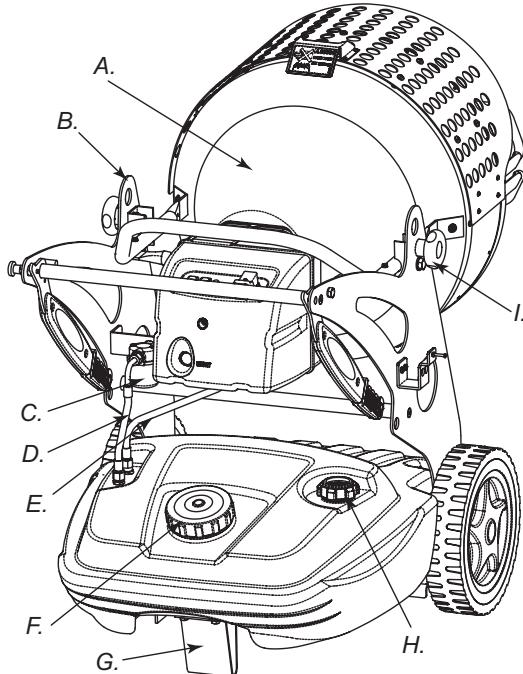
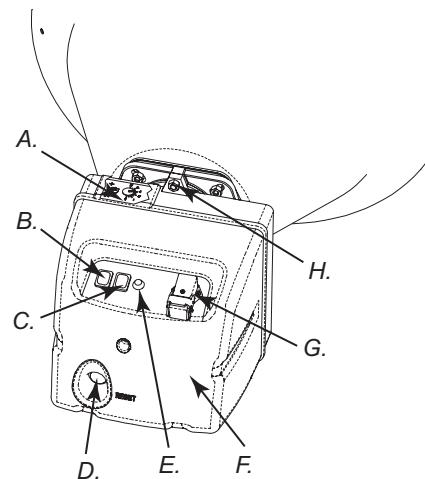
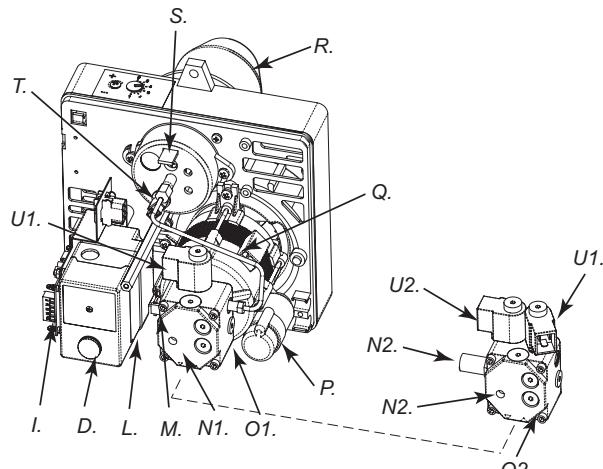
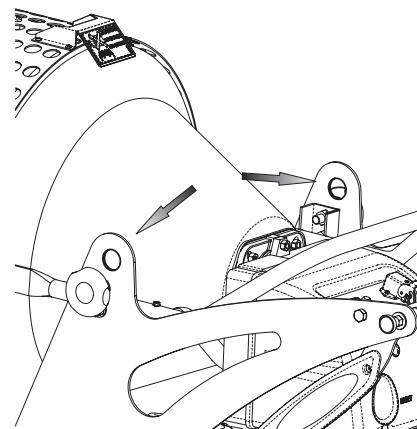

Figure 3 - Modèle XL 9 vue postérieure.
Figure 5 - Fonctions du XL9.
Figure 6 - Pièces du brûleur XL9.
Figure 7 - Crochets afin d'augmenter XL9.
Mettre l'interrupteur (B Fig. 5) sur la position ON ; la période de pré-ventilation démarre environ 10 secondes après le début de la combustion.
AVERTISSEMENT: Avant d'actionner le générateur, vérifiez que l'interrupteur (C Fig. 5) soit éteint (position ).
Allumez (pièce B Fig. 5) dans la position ON (I). La phase de pré-ventilation démarre, et après 10 secondes environ la combustion commence aussi. Pour obtenir une potentialité maximale il faut allumer (C Fig. 5) - position .
Mettre l'interrupteur (B Fig. 5) sur la position OFF ou agir, si connecté, sur le thermostat ou sur le dispositif de contrôle (minuterie), en le réglant de façon adéquate. La flamme s'éteint et la ventilation persiste jusqu'à l'achèvement du cycle de post-ventilation (refroidissement).
Le générateur est doté d'un système de sécurité (L Fig. 6) pour le contrôle de la flamme. Si on constate une ou plusieurs anomalies au cours du fonctionnement, cet appareillage provoque le blocage du brûleur et l'allumage du voyant du bouton RESET (D Fig. 5 o 6).
ATTENTION: avant de soulever ou de déplacer la machine, s'assurer que les bouchons du réservoir (F et H Fig. 3) soient bien fermés.
Le générateur peut être facilement transporté d'une pièce à l'autre, tout comme il peut être soulevé et placé à différents niveaux, grâce à des anneaux de fixation spéciaux (B Fig. 3 ou Fig. 7). Il est donc possible de fixer la machine et de la soulever pour la placer aux endroits où l'on doit chauffer, décongeler et sécher.
- Démonter le coffre du brûleur (C Fig. 5), identifier la pompe du brûleur (O Fig. 6);
- Dévisser la vis (H Fig. 5) qui bloque le brûleur (A Fig. 3) à la chambre de combustion;
- Extraire le brûleur de la chambre de combustion (A Fig. 3);